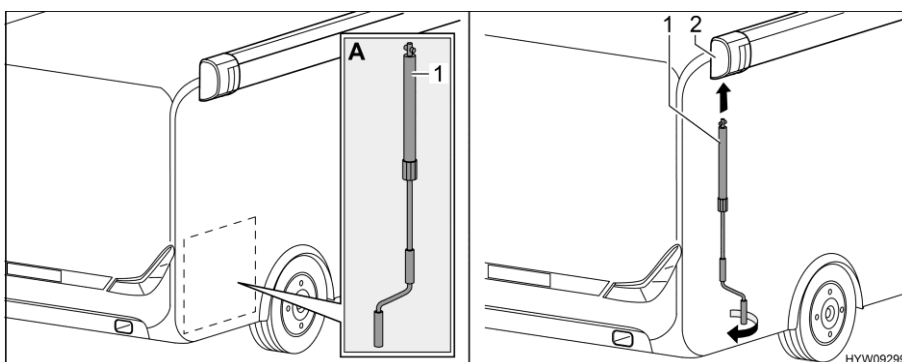

Fig. 39 Applicazione manovella
- Prelevare la manovella (Fig. 39,1) dal garage di coda (Fig. 39,A).
- Inserire la manovella nel supporto a baionetta (Fig. 39,2) della tenda.